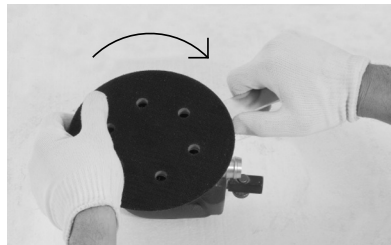

Fig. 3 - Fijado de la base de la lija
- Monte la base de la lija en el tornillo del soporte del rodillo, utilizando la llave de boca. Trabe el tornillo y gire la base de la lija manualmente en sentido horario (Fig.3);